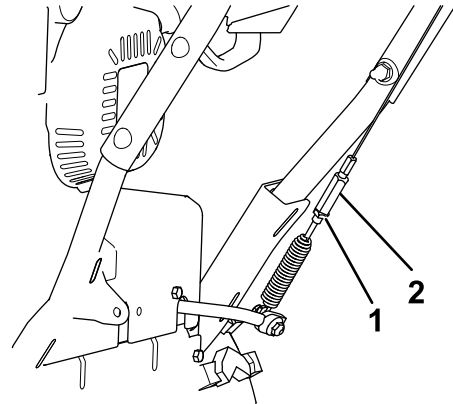

Figura 29
- B. Afloje o apriete el tensor que ajusta la tensión del cable (**Figura 29**).